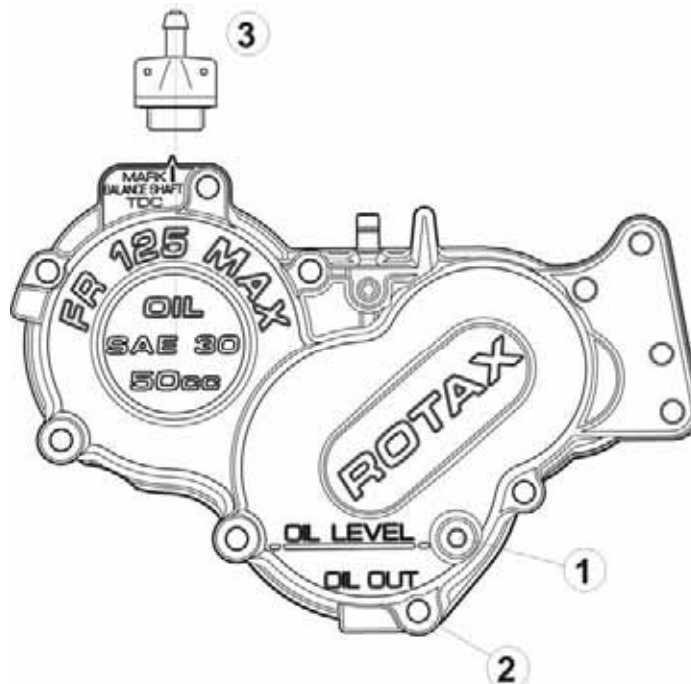

Bild 3
- ➔ Zylinderschraube (1) mit Dichtring entfernen (Bild 3). Diese Zylinderschraube ist die Ölstandskontrollschraube. Falls kein Öl aus der Bohrung austritt, die Entlüftungsschraube (3) entfernen und langsam so lange Öl mit der Spezifikation SAE 15W40 einfüllen, bis das Öl an der Ölstandskontrollschraube (1) austritt (Füllmenge bei Neubefüllung: 0,05 Liter).
- ➔ Zylinderschraube (1) mit Dichtring einschrauben, Anzugsdrehmoment 10 Nm.
- ➔ Entlüftungsschraube (3) mit Handkraft eindrehen.
- ◆ **Hinweis:** Durch Entfernen der Zylinderschraube (2) mit Dichtring kann das Öl vom Getrieberaum abgelassen werden.